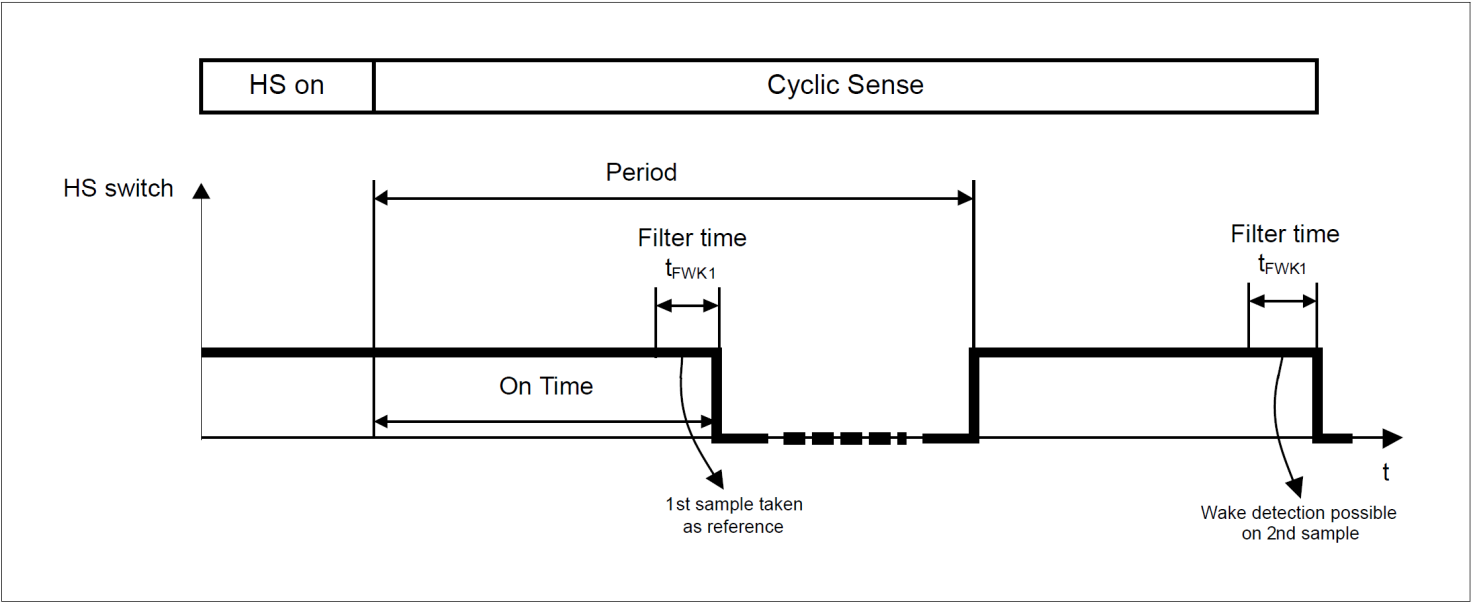
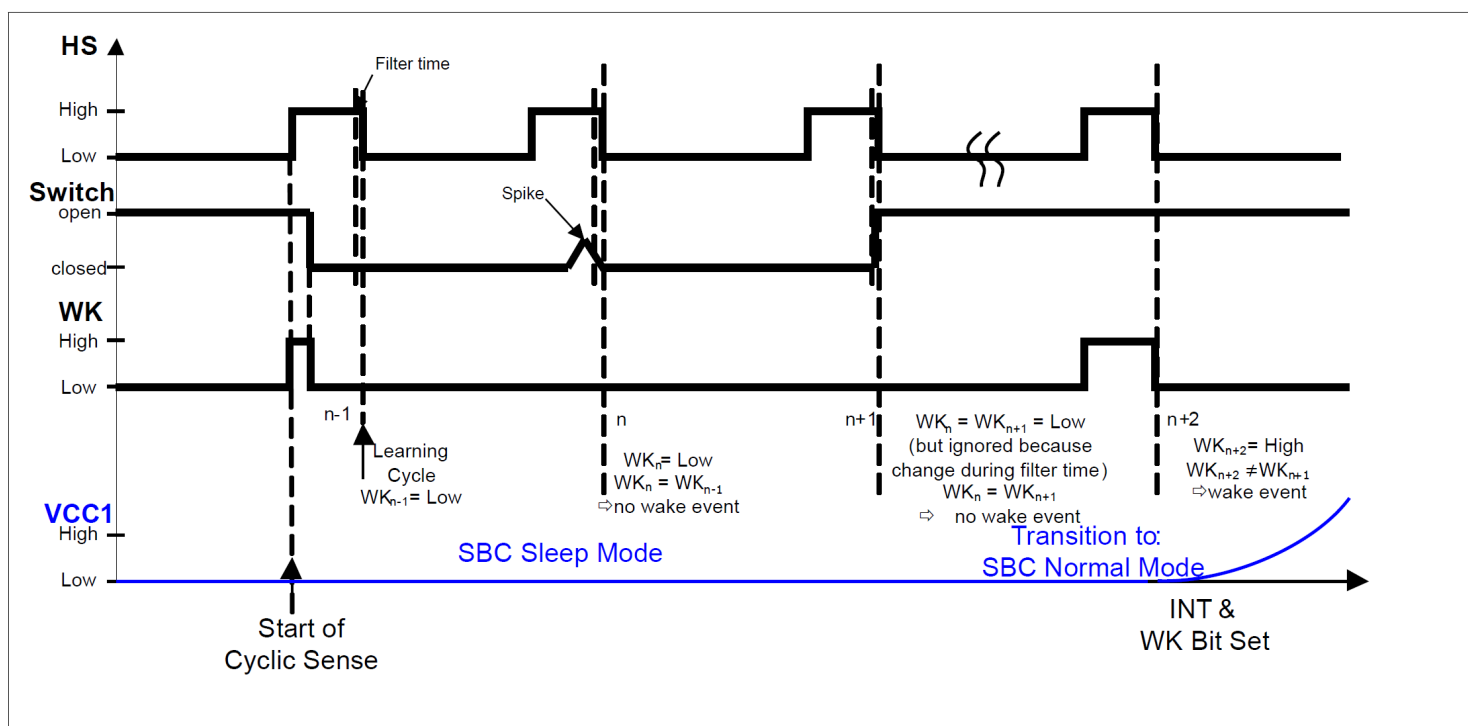

图 7 唤醒输入时序
图 9 SBC休眠模式下的循环检测示例，HSx 起始为“OFF”/高电平，基于 GND 的 WKx 输入
- 采样功能和不同场景如图 7 到图 9 所示。停止模式和休眠模式下的行为相同，不同之处在于，在正常模式和停止模式下，INTN 会被触发以发出 WKx 输入电平变化的信号，而在休眠模式下，VCC1 会上电。无论 WKx_WU 位是否已置位，都会触发唤醒事件。